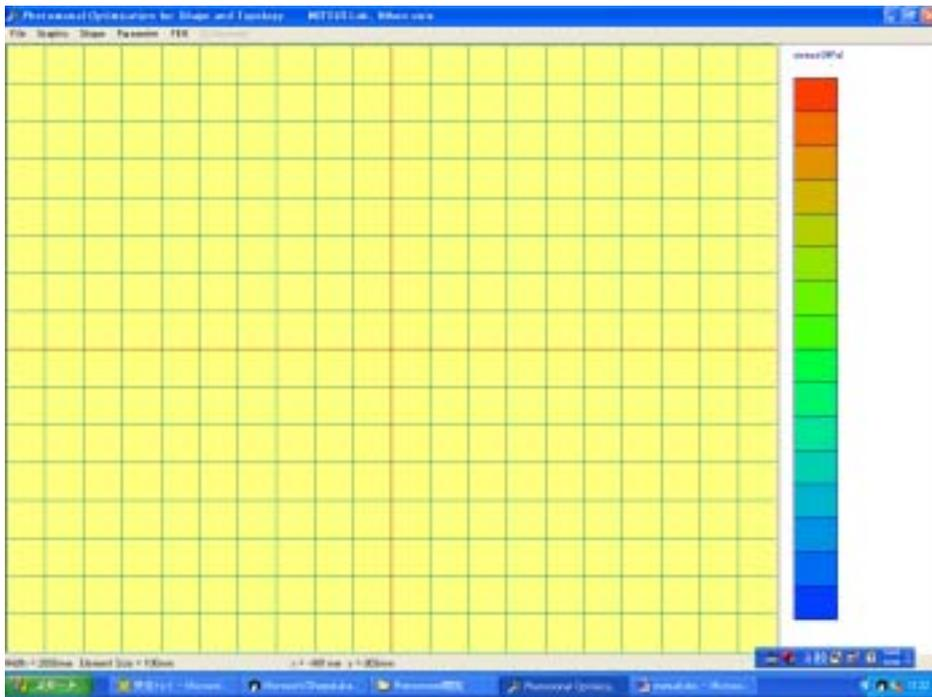

Fig.1
1. TopologyOptimizer をダブルクリックして起動します。右上の最大化ボタンをクリックして最大化することをおすすめします。(Fig.1)